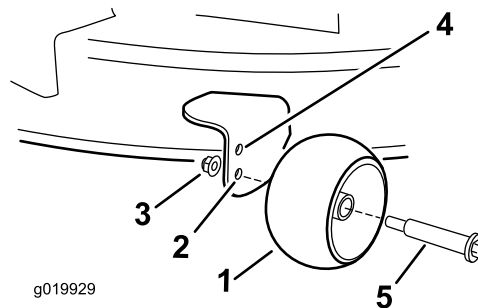

Figura 30
- Orificiul superior - utilizați această poziție cu puntea mainii de tuns iarba în pozițiile de 63 mm și sub pozițiile aferente înălțimii de tăiere (Figura 30).
- Orificiul inferior - utilizați această poziție cu puntea mainii de tuns iarba în pozițiile de 76 mm și deasupra pozițiilor aferente înălțimii de tăiere (Figura 30).